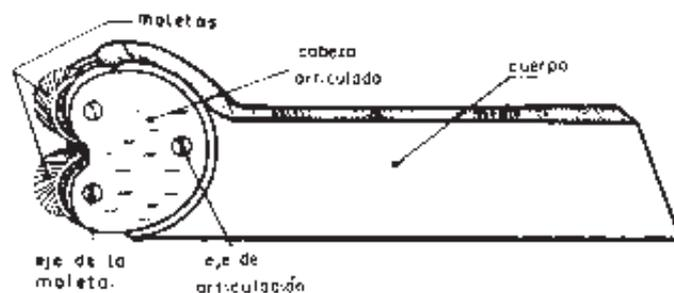

Fig. 2
**El Moleteador.-** es una herramienta que lleva una o dos moletas de acero templado (Fig. 2), con dientes que cuando se comprimen con la superficie del material, labran surcos paralelo, o cruzados, para permitir mejor adherencia manual, evitando se deslice la mano en las piezas, o mejorándoles el aspecto, en otros casos de ensambles entre piezas con fibras o plásticos hacen más efectiva la fijación.